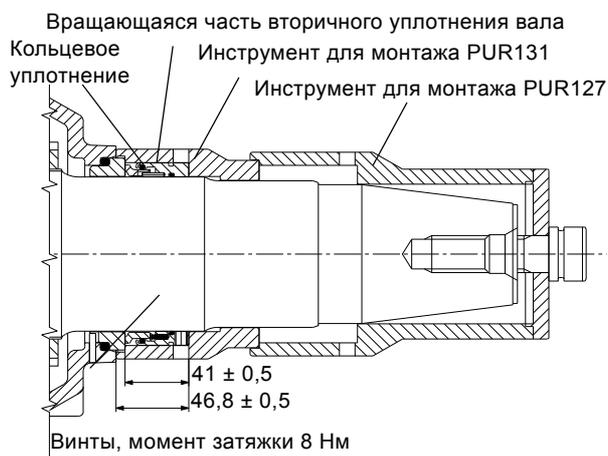

Рис. 35 Установка вращающейся части вторичного уплотнения вала, типоразмер 74
7. Установить вращающуюся часть вторичного уплотнения вала на вал и прижать (C и D). Затянуть регулировочные винты на вторичном уплотнении вала (105b). См. рис. 35.